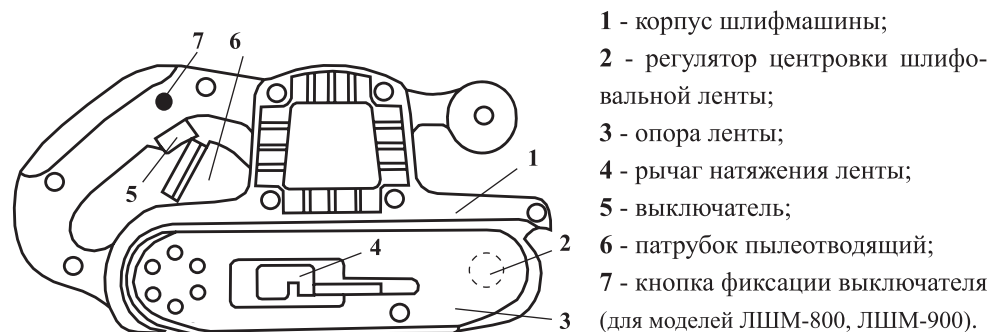

рис. 1
Общий вид шлифмашины схематично представлен на рис. 1:
6.3 Установка ленты производится на отключённой от электросети шлифмашине. Для замены и установки ленты - вытяните рычаг (п.4 рис.1) механизма натяжения из гнезда в корпусе, наденьте ленту на ролики и, вернув в исходное положение, произведите натяжение ленты.
7.1 После установки шлифленты можно приступать к выполнению работ. Включите шлифмашину и отрегулируйте сбеги ленты с роликов. Движущаяся лента не должна выходить за пределы опоры (п.3 рис.1).